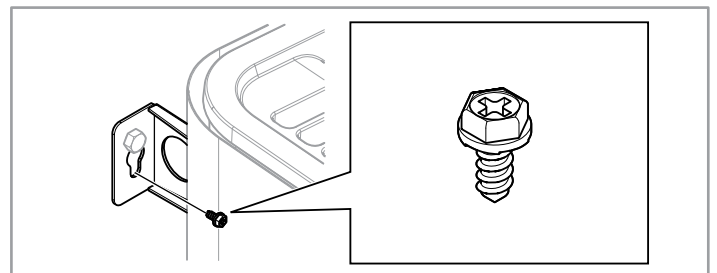

Abb. 14: Sicherungsschraube der Halterung
- Sichern Sie den Ofen mit der Sicherungsschraube, siehe Abb. 14.